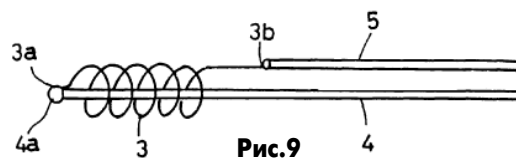

Рис.9
**Саморегулирующийся паяльник** описан в патенте США 6087631 (2000 г.). Конструкция нагревателя (рис.9) представляет собой нагреваемый провод 3 и ненагреваемые провода 4 и 5. Нагреваемый провод представляет собой железохромовый сплав (в описании назван "кантал"). Ненагреваемый провод 4 выполнен из никеля, а второй ненагреваемый провод 5 из того же кантала (его диаметр в 2,5 раза больше, чем у провода 3). Эти провода образуют термопару. Благодаря эффекту Зеебека при по-